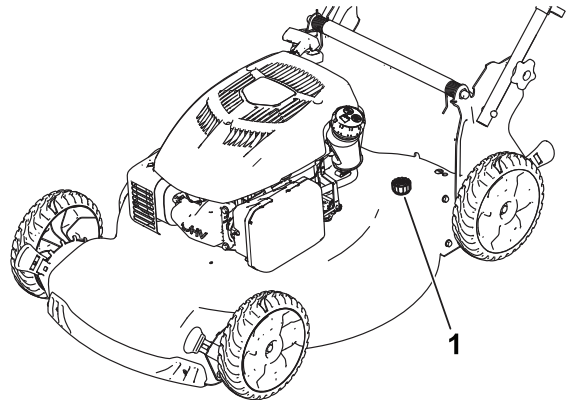

Figura 26
5. Conecte una manguera de jardín que esté conectada a un grifo al orificio de lavado (Figura 26).